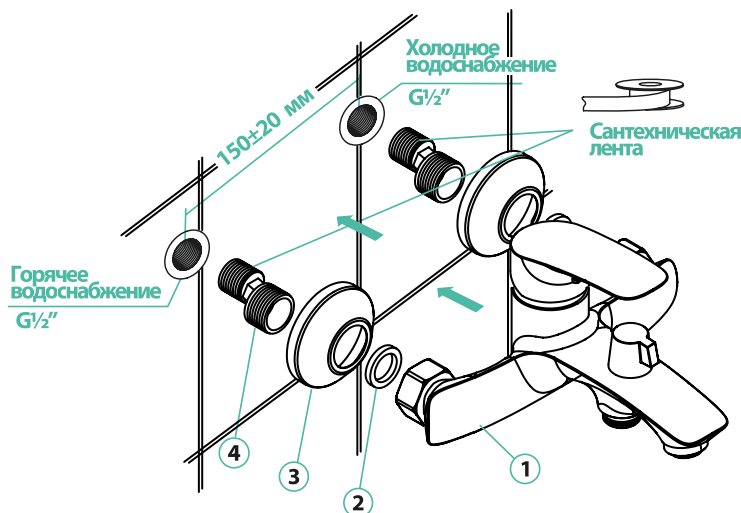

Рис. 1
1. Убедитесь, что входные трубы горячей/холодной воды подведены правильно: горячая должна находиться слева, холодная справа (рис. 1)
2. Отключите систему холодного и горячего водоснабжения. Ввинтите эксцентрические переходники (рис. 1) в выходы трубопроводов системы водоснабжения, предварительно уплотнив резьбовую часть изоляционным материалом. Подберите положение эксцентрических переходников, при котором они совпадут и будут соответствовать присоединительному положению смесителя. При этом положение смесителя должно быть горизонтальным.